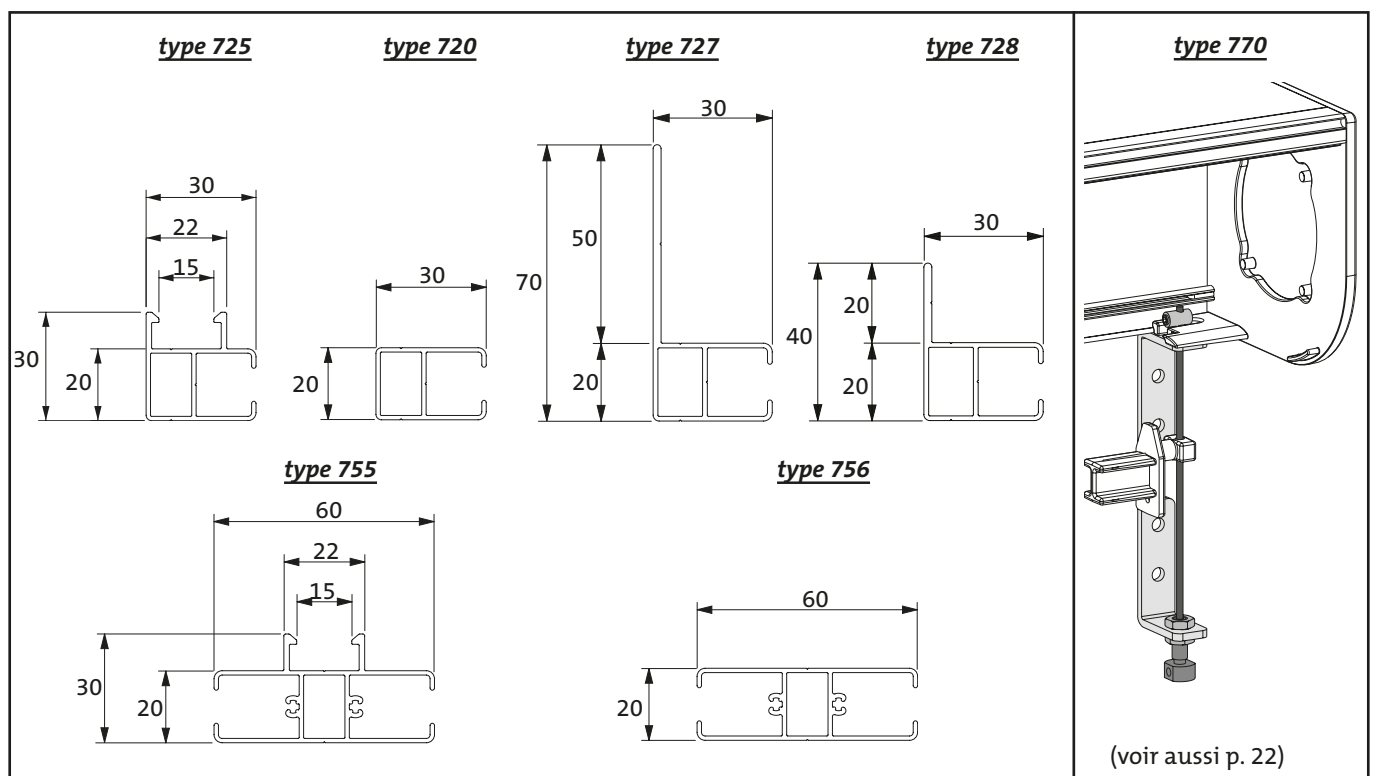

Fig. 18: Coulisses pour montage avec pivot
- le caisson est monté sur les coulisses par pivot qui glisse dans la coulisse. (voir fig.18)